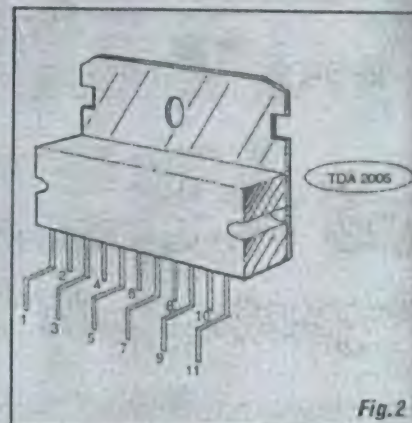

Fig. 2
- FIG. 2 - O JEITÃO DO MONSTRINHO... - Como não é um componente usado com frequência nas montagens mostradas em APE, vale uma representação do 2005, em sua aparência e pinagem, para que a "turma" possa melhor conhecer o "bicho"... Externamente, ele guarda o mesmo formato geral de transferidores de Potência com envoltório em en-